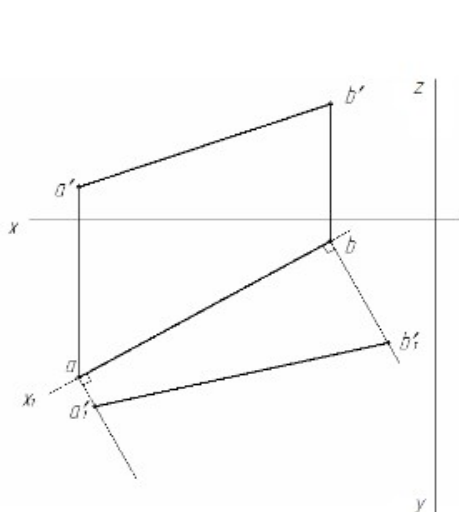

Рисунок 25 – Пример выполнения задания 1
2. Построить комплексный чертеж отрезка АВ на горизонтальной и фронтальной плоскости проекций (пример решения задачи см. рис. 25);